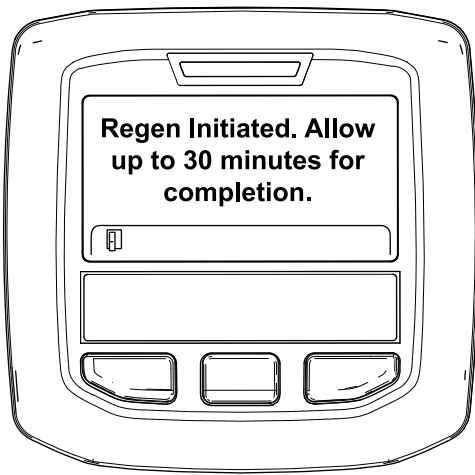

Figura 49
- Se la rigenerazione è consentita, nell'InfoCenter viene visualizzato il messaggio "Rigen. inizializzata. Attendere fino a 30 minuti per il completamento", attendete il completamento del processo di rigenerazione parcheggiata da parte della macchina (Figura 49).